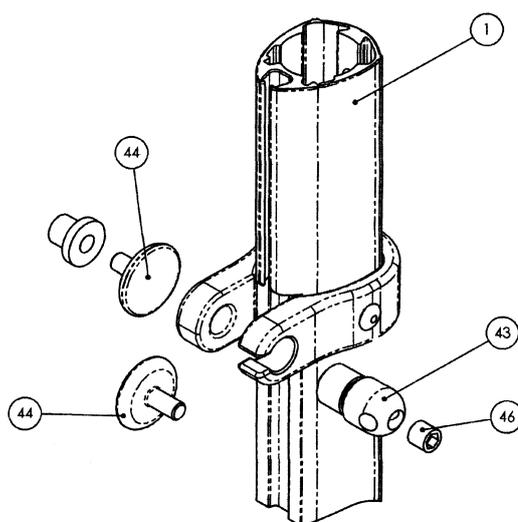

Fig.17
IV 12 - Dévisser à la main de quelques tours le bouton tribord (43) du guide ralingue (3) pour écarter les galets (44). Voir fig.17.
V 1 - REGLAGE INITIAL DE L'ECARTEMENT DES GALETS DU GUIDE RALINGUE (voir fig.17)
V 2- POUR INTRODUIRE LA RALINGUE DANS LE GUIDE RALINGUE (voir Fig. 17)